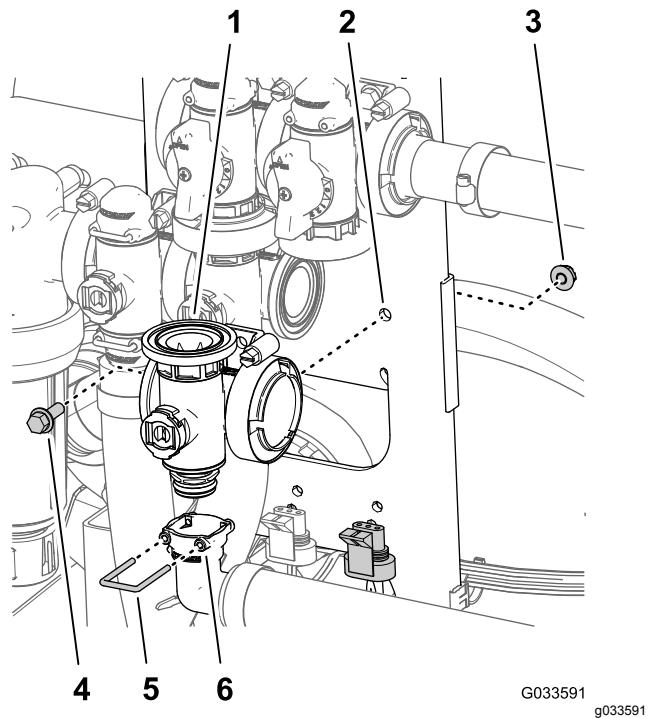

図 103
- マニホールドマスタークームバルブ用のマニホールドカップリングに90°出口フィッティングを固定しているリテーナーを外す 図 103。
- マニホールドマスタークームバルブをバルブマウントに固定しているフランジヘッドボルト $\frac{1}{4} \times \frac{3}{4}$ "とフランジロックナット $\frac{1}{4}$ "を外してバルブマニホールドを機体から取り外す 図 103。